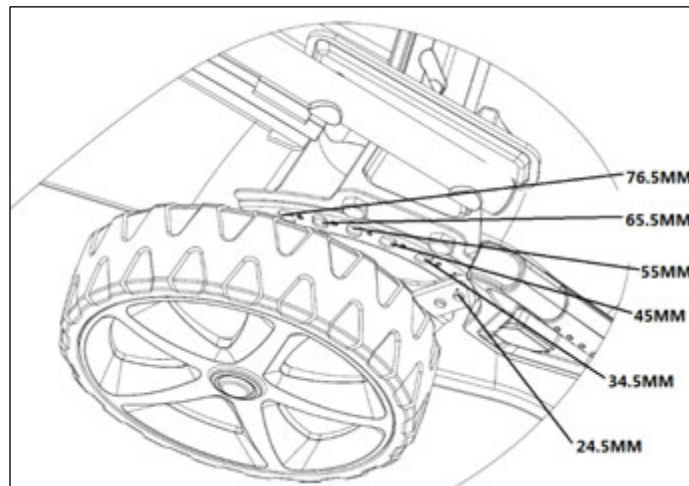

Рис. 8
- Сдвиньте ручку регулировки высоты наружу, чтобы высвободить ее из крепежного паза. (Рис. 8)